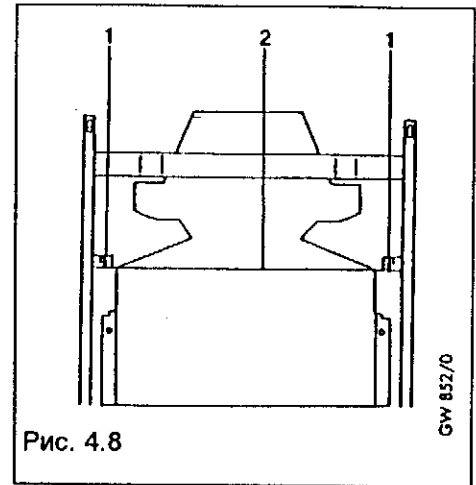

Рис. 4.8
4.4.3.5 Монтаж направляющих пластин (рис. 4.8)